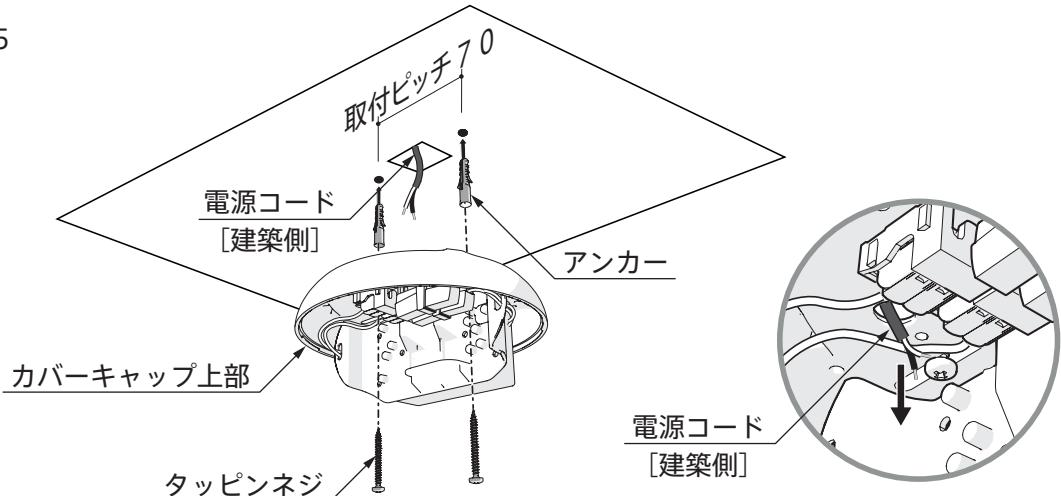

図6
7. SFHL - HERACLEUM - ELの場合、天井取付部品を付属のタッピンネジにて天井に固定し、ワイヤーフックをねじ込んだ後、ワイヤーをワイヤーフックに通します。 (図6)